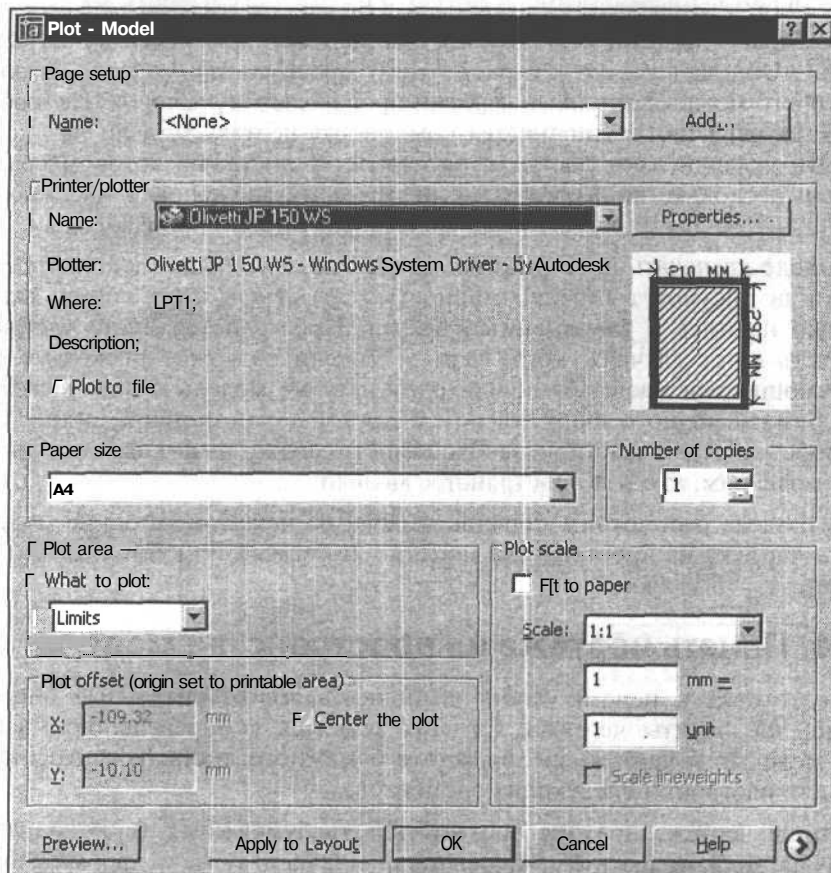

Рис. 19.18. Настройка плоттера и параметров листа бумаги
4. Откройте выпадающее меню **File** (Файл) и выберите из него **Plot** (Печать) или щелкните мышью на кнопке **Plot** (Печать) стандартной панели инструментов. Появится диалоговое окно **Plot - Model** (Печать - Модель) (рис. 19.18).